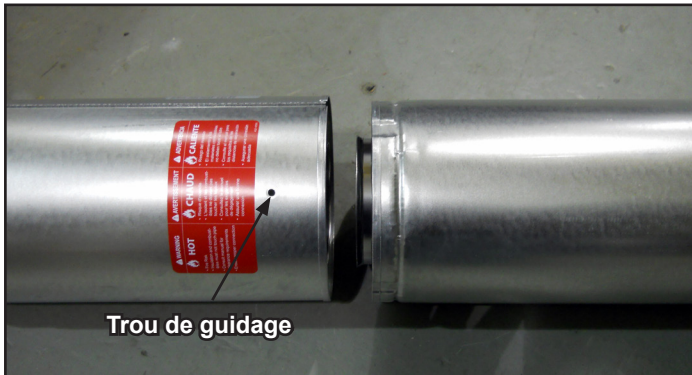

Figure 7.3 Trous de guidage de la section coulissante
- Glissez le conduit de fumée interne de la section coulissante dans le tuyau de cheminée interne de la section de conduit et le conduit de fumée externe de la section coulissante sur le conduit de fumée externe de la section de conduit. Voir la Figure 7.3.